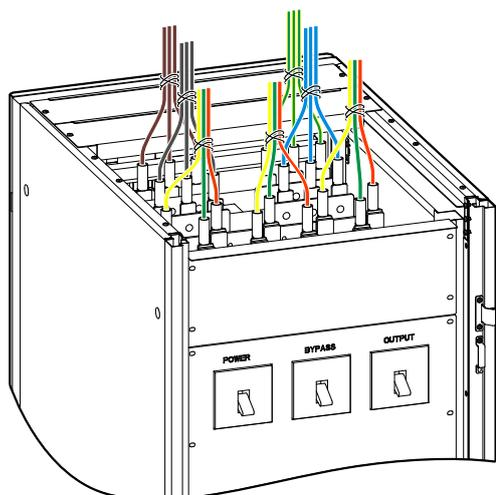

Рис. 3.26 Схема подключения
- После завершения соединения кабелей, установите верхнюю крышку, и затем подключение будет завершено, как показано на Рис. 3.26